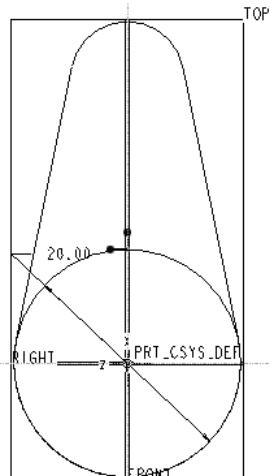
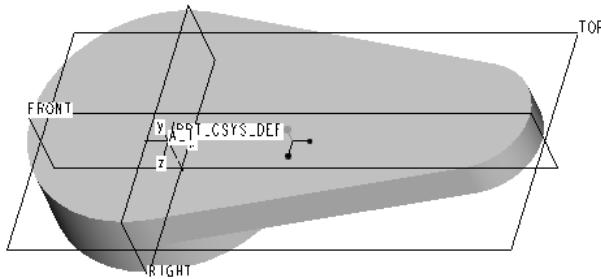

图 3.28 修改尺寸后的结果
图 3.29 圆柱体 B 生成后的情况
(4) 单击【草绘】按钮，进入草绘模式。单击【草绘】操控板中的创建圆按钮 ，绘制一个圆，其中心与基准中心重合。
(5) 单击【编辑】操控板中的修改尺寸按钮 ，点取圆的直径尺寸，在弹出的【修改尺寸】对话框中的输入框中输入新的尺寸值，修改后的结果如图 3.28 所示。
(6) 单击【草绘】操控面板中的确定按钮 ，完成草图设计。
(7) 在【选项】中选择【侧 1】下拉列表框中的【盲孔】选项。
(8) 在【输入深度】输入框中输入拉伸厚度为 3，确定后单击  按钮。
(9) 单击图形显示工具栏中的【保存的视图列表】按钮 ，选取【默认方向】命令，查看生成的圆柱体 B 特征，其结果如图 3.29 所示。